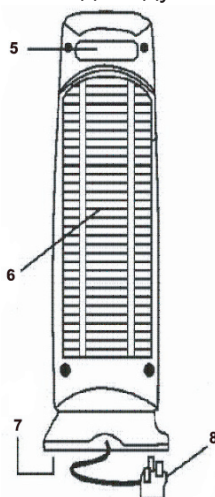

Рис. 1
4.1. Тепловентилятор складається з таких основних частин (Рис. 1):